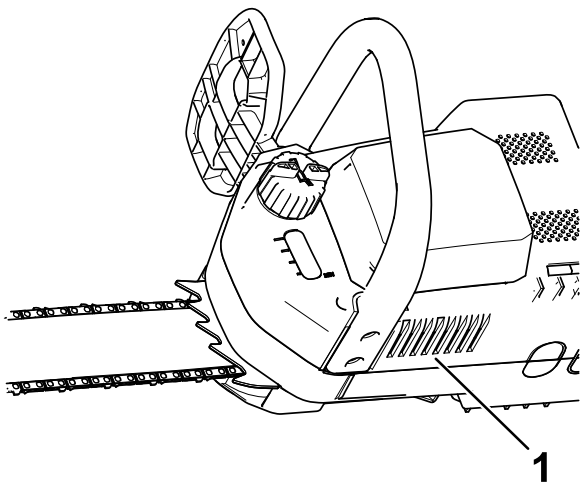
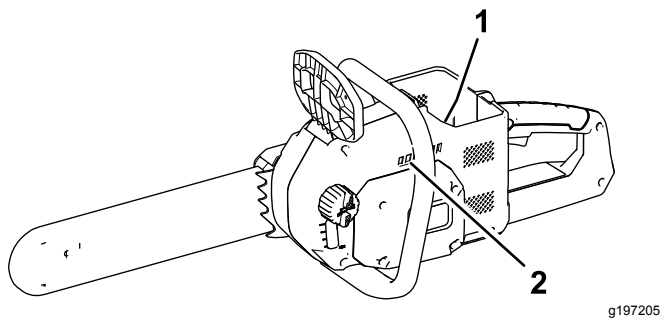

Figura 6
Figura 7
1. Compruebe que los orificios de ventilación de la motosierra (Figura 6 y Figura 7) están libres de polvo y residuos.